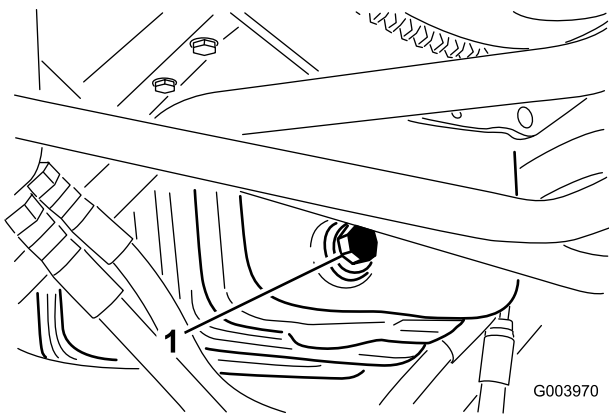

Figure 77
1. Retirez le bouchon de vidange (Figure 77) et laissez couler l'huile dans un bac de vidange.